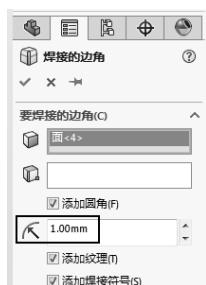

图 9-95 “焊接的边角”
- 03 单击“钣金”工具栏中的“焊接的边角”按钮，或者选择菜单栏中的“插入”→“钣金”→“焊接的边角”命令，系统弹出如图 9-95 所示的“焊接的边角”属性管理器。